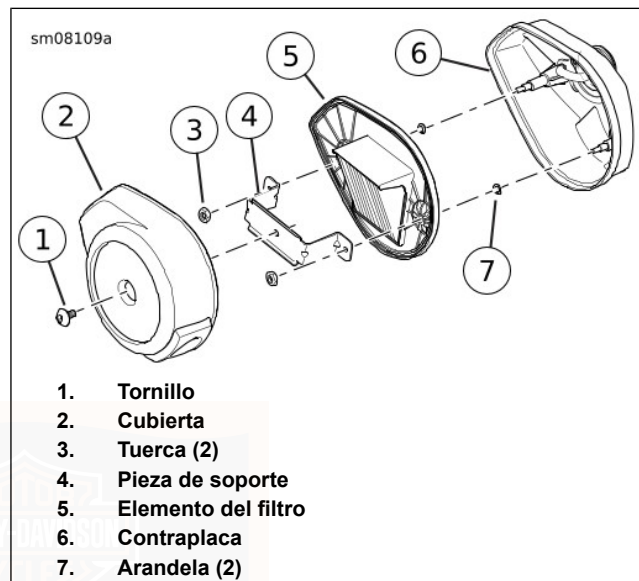

Figura 38. Depurador de aire: XG500, XG750
1. Vea la Figura 38. Quite el tornillo (1).
2. Quite la cubierta (2).
3. Quite las tuercas (3).
4. Quite la pieza de soporte (4).
5. Quite el elemento del filtro (5).
8. Instale el elemento del filtro (5).
9. Instale la pieza de soporte (4).
10. Instale las tuercas (3).